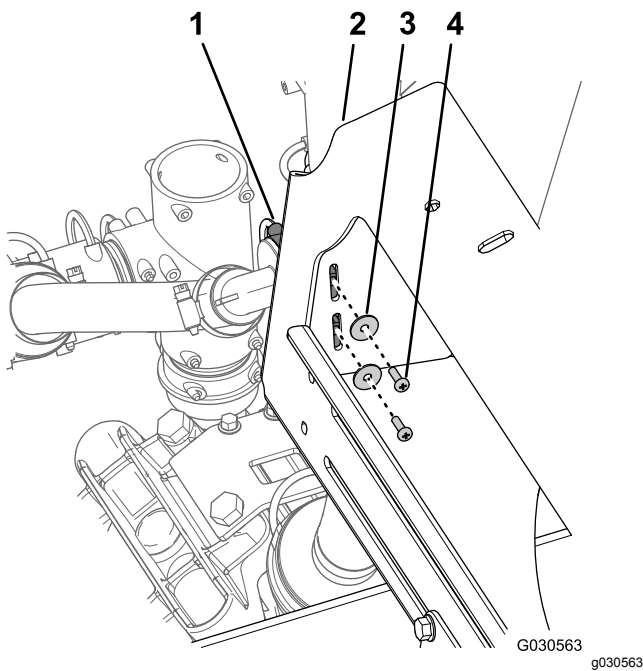

Рисунок 97
1. Удалите два болта с полукруглыми головками (№ 10 x $\frac{5}{8}$ дюйма) и 2 шайбы (№ 10), которые крепят тройник к левой стороне крепления коллектора (Рисунок 97).